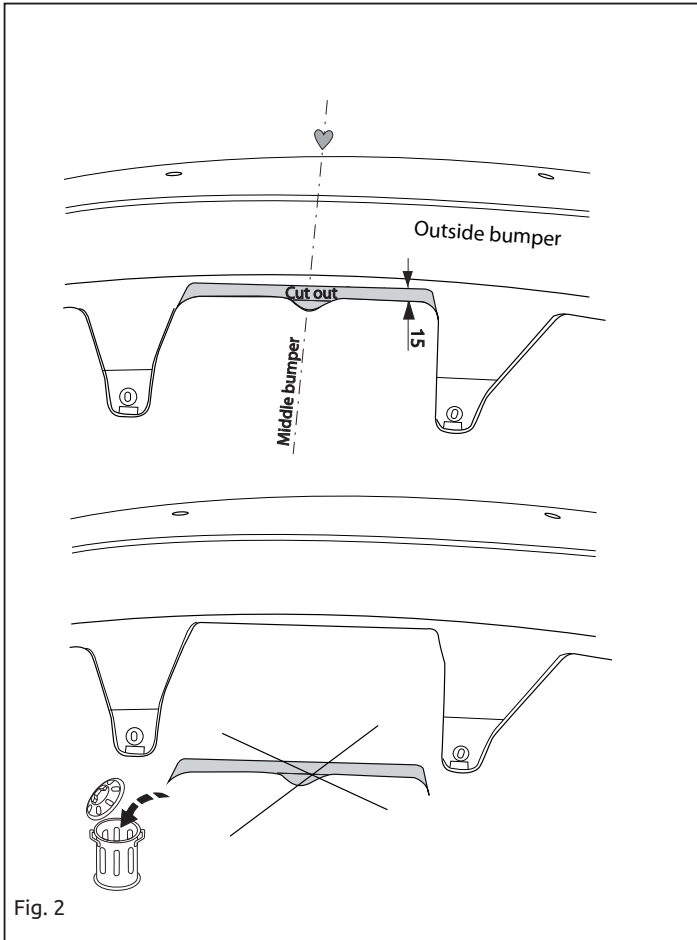

Fig. 2
8. Выпилить обозначенную часть, как указано на рис. 2, 2а.